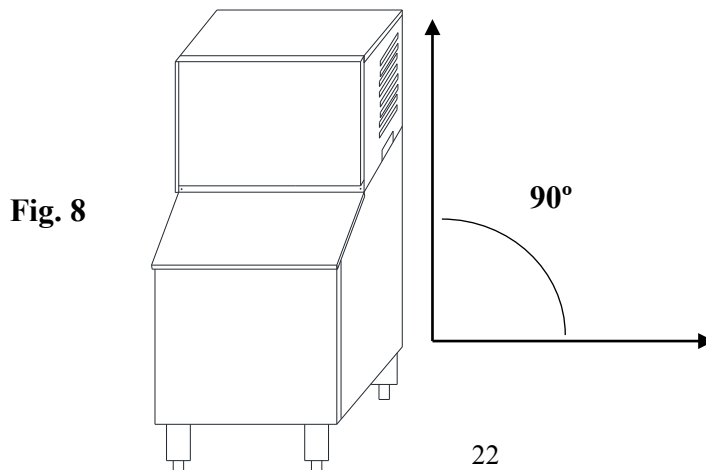

Fig. 8
14. Garantizar que el conjunto esté nivelado usando un nivel de carpintería o herramienta similar, así como girando las patas ajustables (Fig. 8).